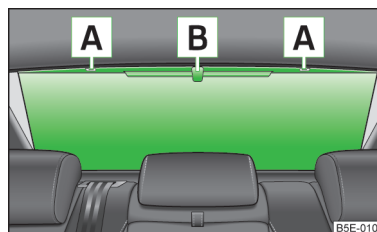

Fig. 37
- Agarrar el tirador **B** » fig. 37.